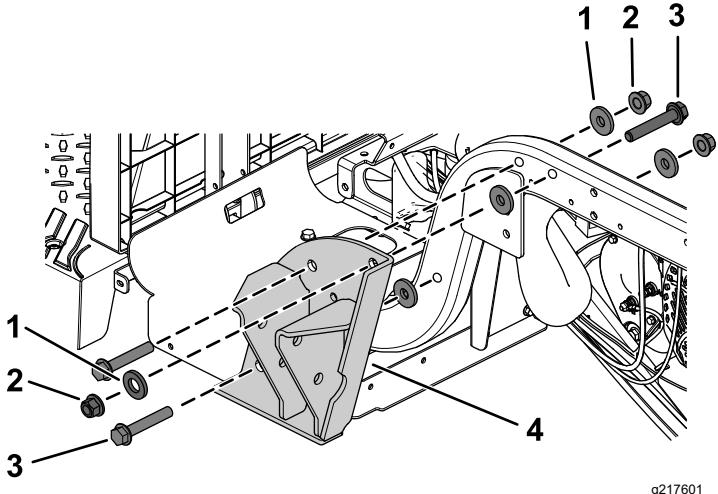

Figura 25
1. Instale um suporte do ROPS utilizando 3 parafusos com cabeça flangeada ($\frac{1}{2} \times 3$ pol.), 5 anilhas de cabeça chata e 3 porcas de bloqueio ($\frac{1}{2}$ pol.), como se mostra na Figura 25.
Nota: Certifique-se de que instala as 2 anilhas de cabeça chata ($\frac{1}{2}$ pol.) no exterior como se mostra na Figura 25.